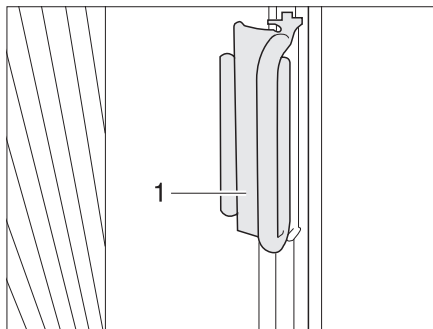

Fig. 85 Tirador de estor plegable de la luna delantera
- Sujetar cada vez el tirador (Fig. 85,2) de los estores plegables a ambos lados de la luna delantera y tirarlos cuidadosamente hacia el centro de la luna delantera, hasta que el cierre magnético mantenga cerrado el estor plegable.